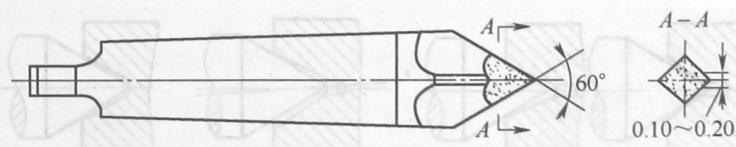

图 1-2 四棱硬质合金顶尖
(1) 用电镀金刚石或 CBN 顶尖研磨。它是在 45 钢顶尖 60°圆锥头部电镀金刚石或 CBN 粉末,来研磨工件中心孔。在研磨时,在中心孔中加入润滑液和研磨膏,在 300~500 r/min 的速度下,就会很快地把中心孔研磨好,而且研具的寿命也高。
(2) 用四棱(或三棱)硬质合金顶尖刮研。刮研用的硬质合金顶尖的 60°圆锥修磨成角锥状,使圆锥面只留下四条(或三条)均匀分布的狭窄棱带(图 1-2)。刮研时,可在专用的中心研磨机进行,也可在立钻和车床上进行。在刮研的过程中,在中心孔中涂上氧化铝研磨膏,手握工件以  $n=1\ 200\sim2\ 000\text{ r/min}$  的速度进行研磨。